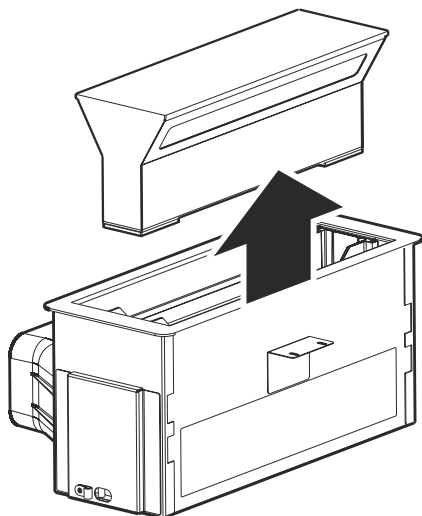

Fig. 3
1. ➤ ■ Tryck ner den vita etiketten mitt på glaset, varefter glaset och belysningen skjuts upp. Lyft bort hela delen (Fig. 3).